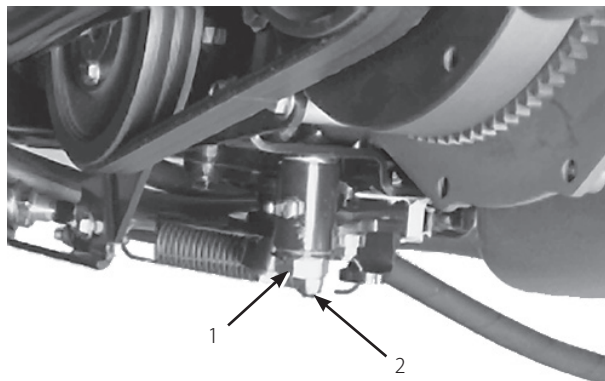

図 57
3. トラクション調整カムのロックナットをゆるめる (図 57)。